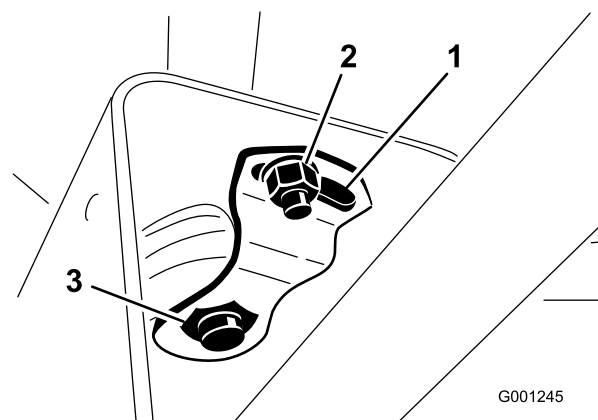

Bild 69
2. Schieben Sie die Abdeckung auf der Lenkwelle nach oben, um die Schwenkhalterung freizulegen (Bild 69).
3. Lösen Sie die kleine Mutter und drehen Sie die Schwenkhalterung, bis die große Mutter unten angezogen ist (Bild 69).